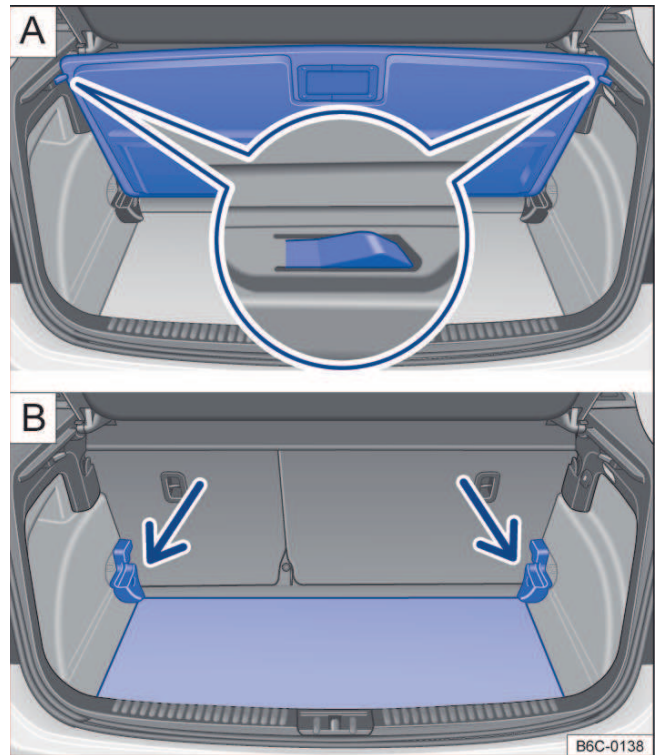

Fig. 118 No compartimento de bagagem: ajustar a altura do assoalho do compartimento de bagagem.
- Levantar o assoalho do compartimento de bagagem e puxar para trás tirando dos guias nos lados do compartimento de bagagem → Fig. 118 **A**.
- Levantar o assoalho do compartimento de bagagem e empurrar para baixo para a guia → Fig. 118 B (setas).